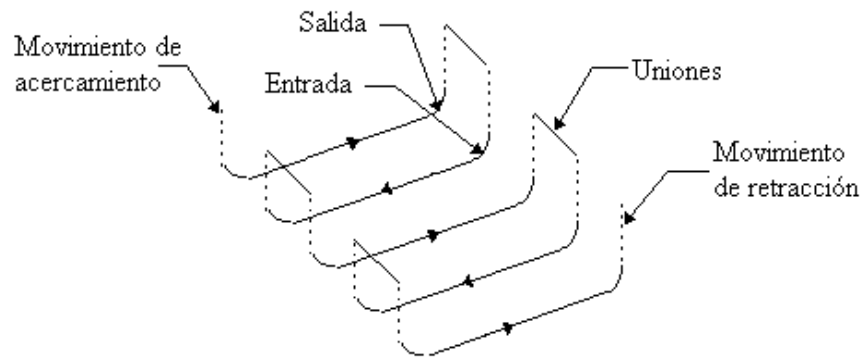

Figura 1.81 Segmentos sin corte de una trayectoria.
- Entradas, salidas y uniones  , define los segmentos sin corte de una trayectoria (Figura 1.81).